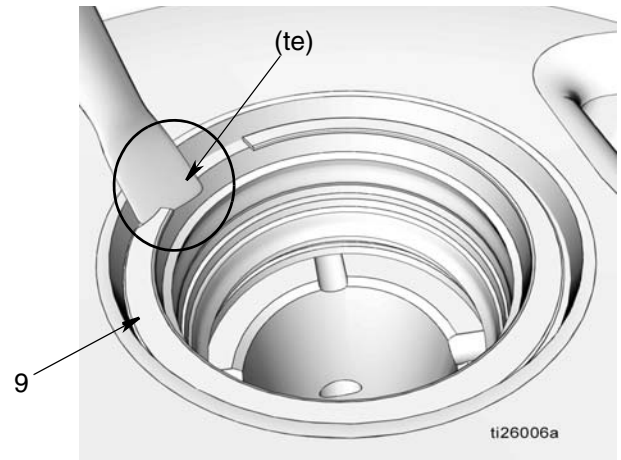
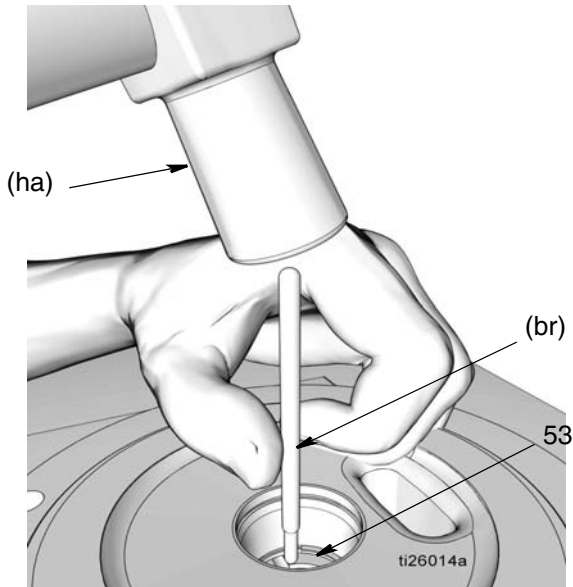

图 26
图 27
- a. 在固定环 (9) 的锥形缘 (te) 下转动小平螺丝刀的刃口，拆下环，如图 26 所示。
- b. 拆下锥形垫片 (10)、密封 (11) 和垫片 (12)。
- c. 在固定环 (51) 的锥形缘 (fe) 下使用小平螺丝刀的刃口，拆下环，如图 26 所示，拆下固定环。
- d. 卸下垫片 (12)、密封 (11) 和垫片 (12)。
- 请勿拆下最后的固定环 (51)。**
- 使用软铜杆 (br) 和锤子轻敲泵元件衬套 (53)，使其从泵底座 (1) 中脱离 (图 27)。